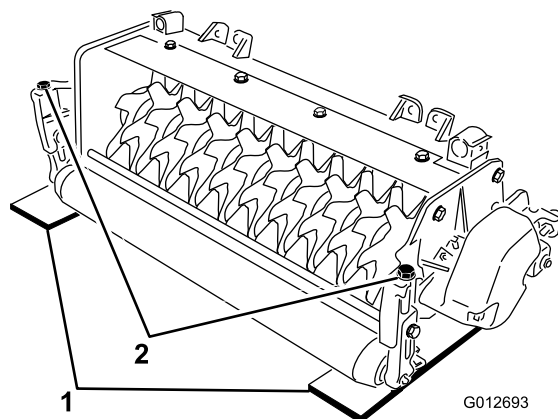

Figura 4
- Collocate due spessori alti quanto la profondità di penetrazione desiderata sotto i rulli anteriore e posteriore del verticutter (su entrambi i lati del cilindro) (Figura 4).
- Girate ogni bullone di regolazione sulla staffa dell'altezza di taglio (Figura 4) fino a quando le lame del cilindro non toccano il suolo a entrambe le estremità.